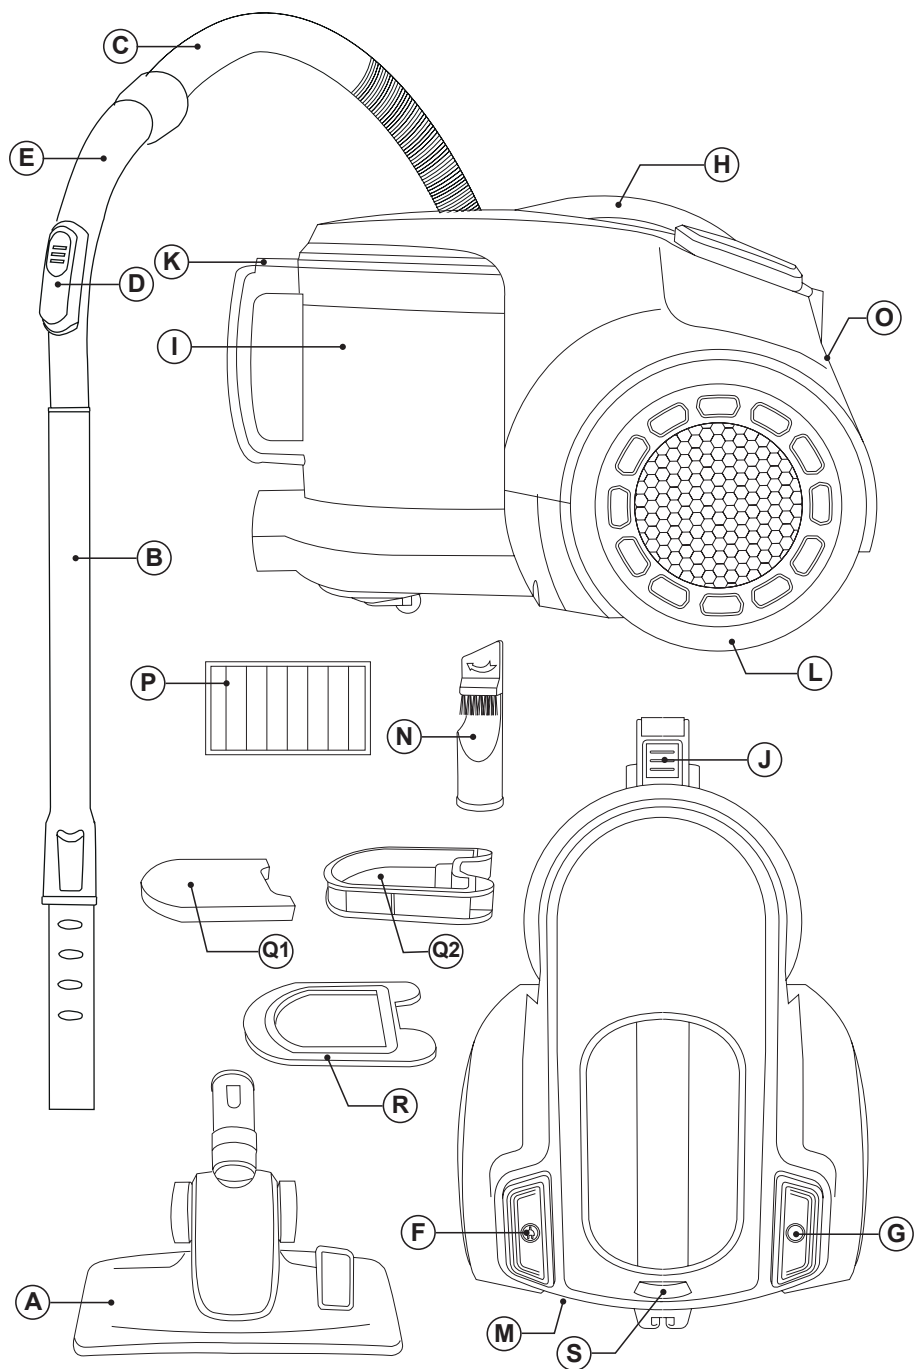

Fig.1
- Acoplar el conjunto manguera a la entrada aire del aspirador y fijar la manguera girando hacia la derecha (Fig.1).